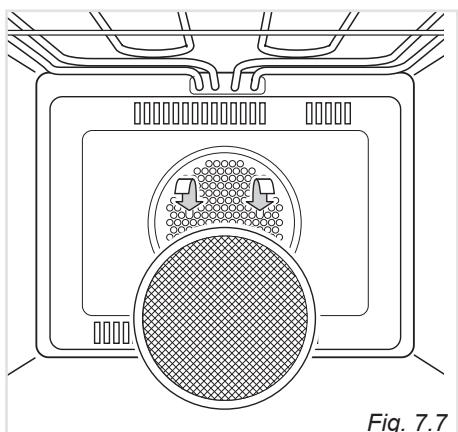

Fig. 7.7
- L'arrière du four est muni d'un écran spécial pour absorber les particules de graisse, surtout lorsqu'on fait rôtir des viandes. Le filtre est accroché à la paroi postérieure du four comme illustré sur la figure 7.7.